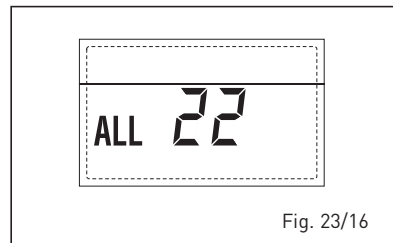

Fig. 23/16
– ANOMALÍA AVERÍA SONDA IMPULSIÓN SEGUNDA ZONA MEZCLADA “ALL 23” (fig. 23/17)